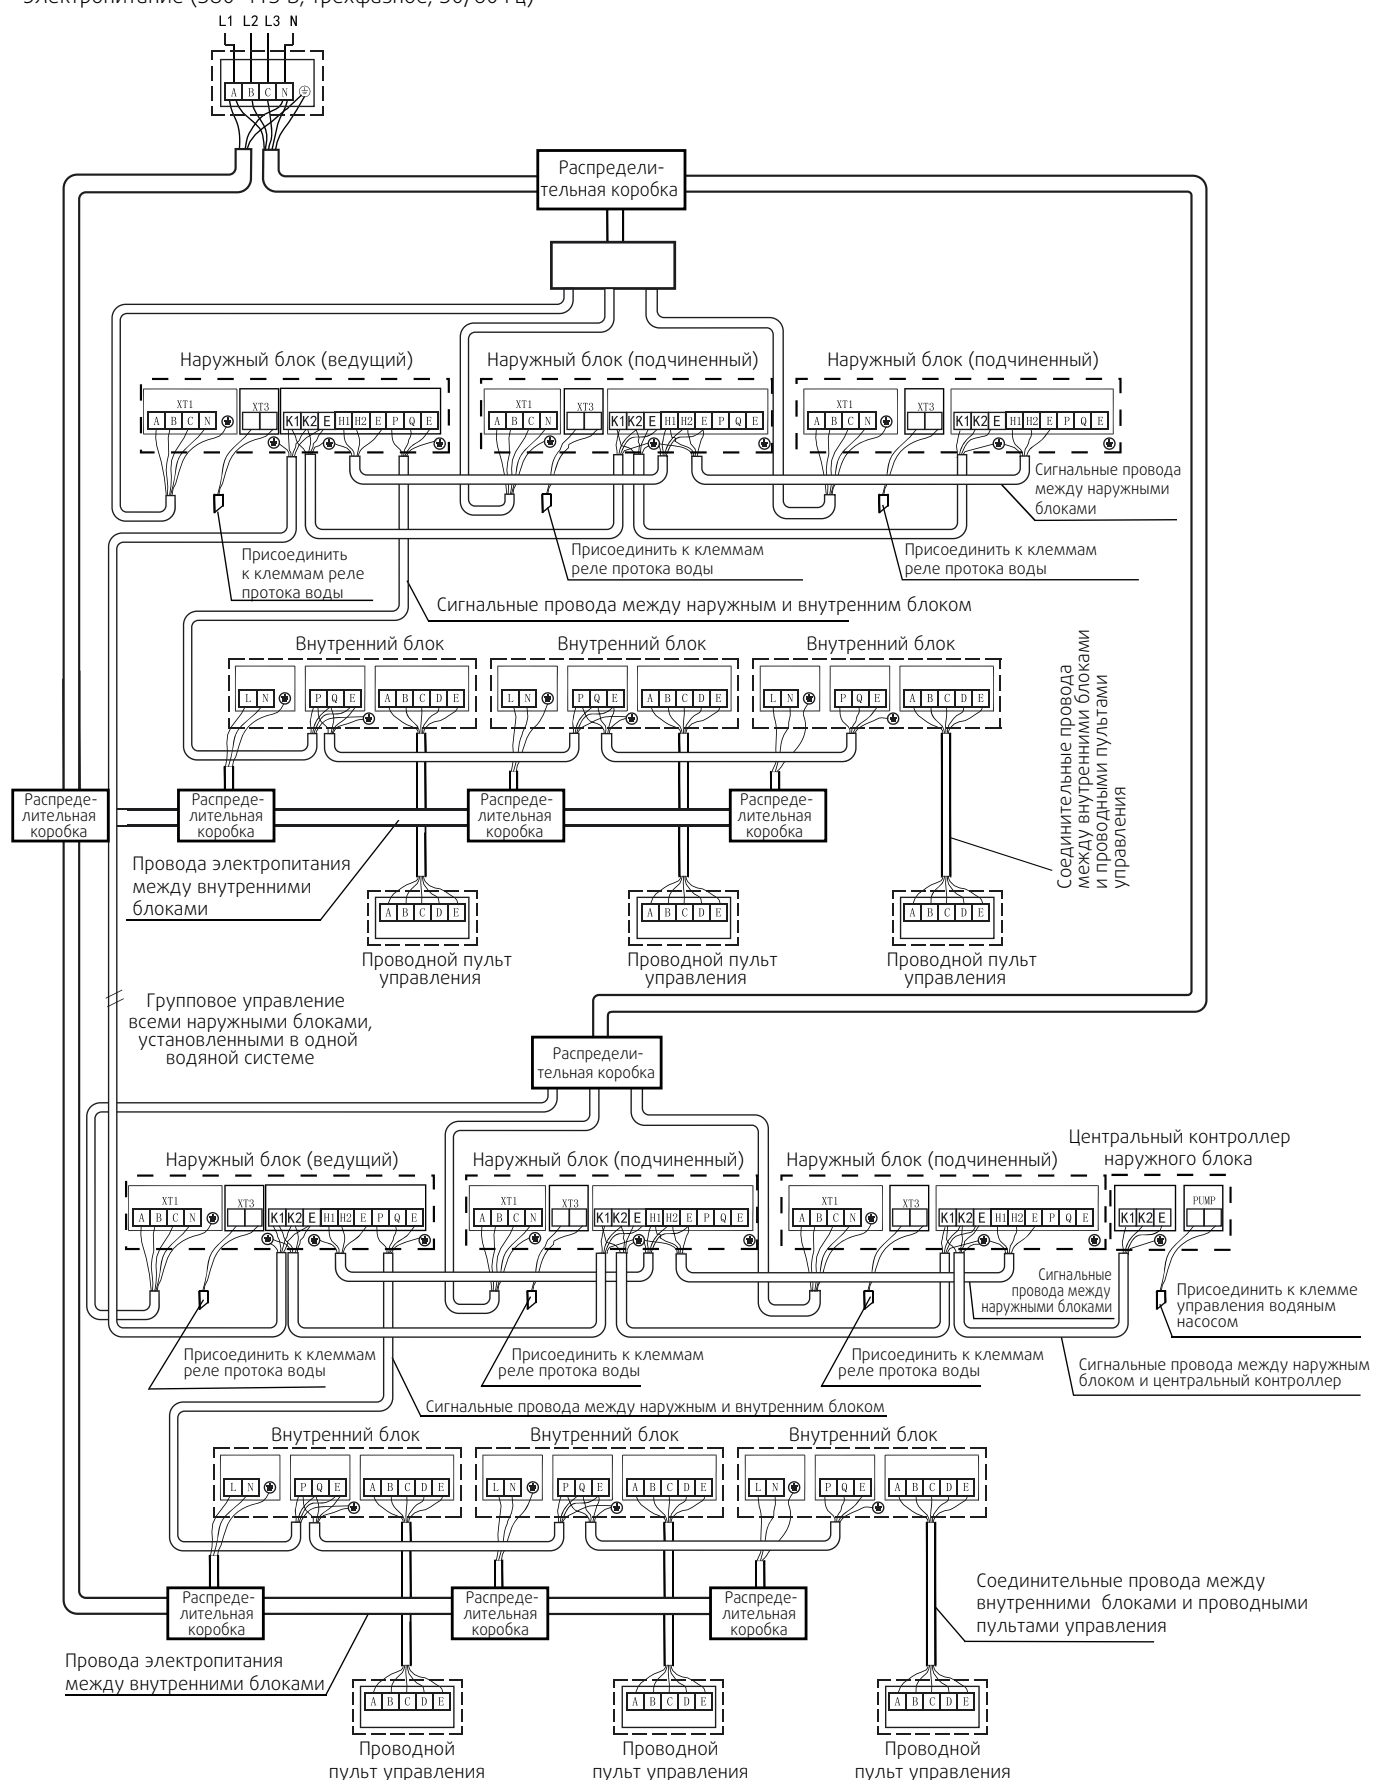

Рис. 6-15
- Если трубопровод воды включает одну систему, сигнальный провод водяного насоса следует присоединить к клемме XT3 электрического щитка наружного блока. Если трубопровод воды включает несколько систем, сигнал ВКЛ./ВЫКЛ. Водяного насоса должен формироваться центральным контроллером наружного блока. Схема электропроводки центрального контроллера наружного блока приведена на рис. 6-15.